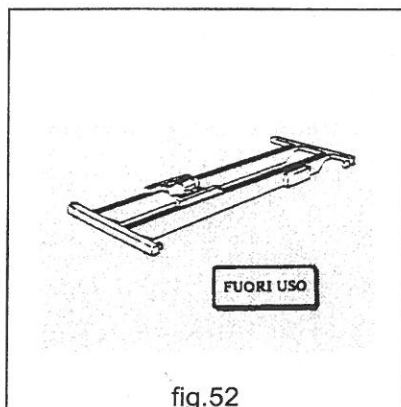

fig.52
- **SEMPRE** segnalare eventuali anomalie di funzionamento (comportamento difettoso, guasto, sospetto di rottura, movimenti non corretti e rumorosità al di fuori della norma) al responsabile di reparto e mettere la macchina in condizioni di fuori esercizio (fig.52).